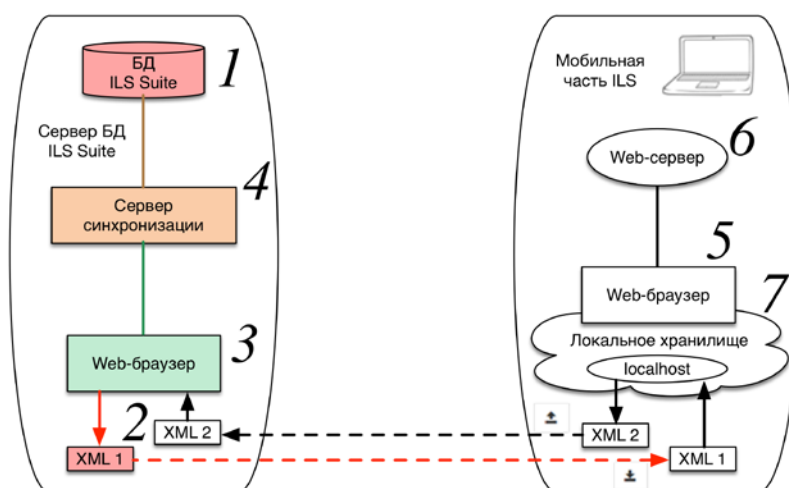

Рис. 6-1 – Синхронизация при помощи обменных файлов
- 1) Данные, необходимые для работы мобильной части, сохраняются с сервера БД ILS (1 на рис. 6-1) в обменный файл типа «XML 1» (2 на рис. 6-1). Действия по сохранению данных выполняются в web-браузере (3 на рис. 6-1). Для взаимодействия web-браузера с БД ILS используется сервер синхронизации (4 на рис. 6-1). Web-браузер может быть запущен непосредственно на сервере БД ILS или на компьютере, который подключается к серверу удаленно.
3) На компьютере с мобильной частью web-браузер (5 на рис. 6-1) получает данные с помощью запущенного на нем web-сервера (6 на рис. 6-1) и сохраняет их в локальном хранилище (7 на рис. 6-1), которое размещается в самом браузере.
Рассмотрим подробнее выгрузку и загрузку обменных файлов на сервере (1–4 на рис. 6-1).